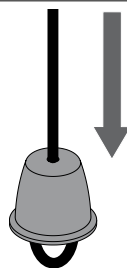

Fig. 1
- **Desbloqueo de cuerda interno (fig. 1):**
2.1 Referências de instalação tipo (fig. 1)